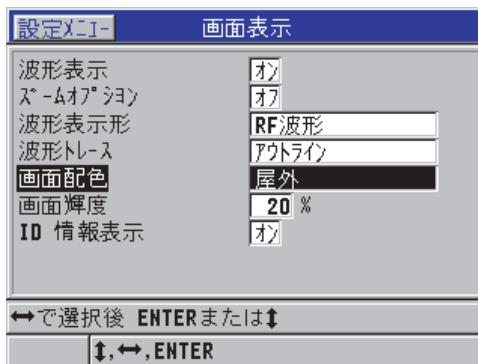

図 4-4 表示設定画面
2. 表示画面（47 ページの図 4-4 を参照）で、希望のパラメーターと以下のパラメーターの値を選択します。
- 表示設定画面（47 ページの図 4-4 を参照）で、画面配色を室内または屋外に設定します。
2. 表示設定画面（47 ページの図 4-4 を参照）で、画面輝度を希望するレベルに設定します。